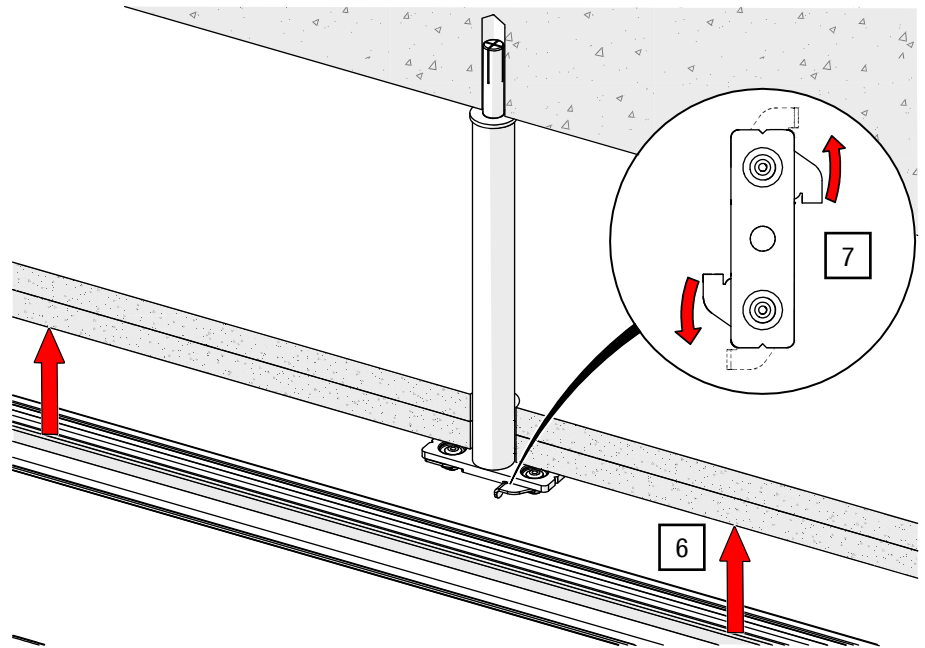

Abb. 30: Deckenabhängung OFFICE – Schiene anheben und Montageplatte verriegeln
6. Positionieren Sie die Schiene am Zielort (siehe Abb. 30).
7. Befestigen Sie die Schiene mit der Montageplatte, indem Sie die Hebel verriegeln (siehe Abb. 30).